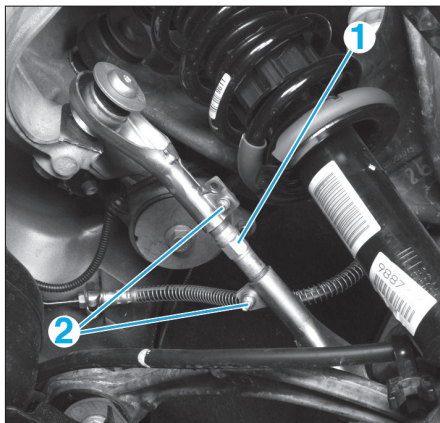

Fig. 5
- Le parallélisme se règle par l'allongement ou le raccourcissement symétrique de la longueur des biellettes de réglage (1), en les tournant par leur empreinte hexagonale, après avoir desserré les vis de blocage (2) (Fig.5).